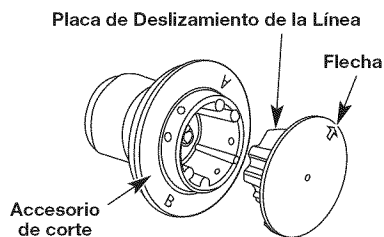

Fig. 11
3. Reinstale la placa de deslizamiento (Fig. 11). Alinee la flecha con: